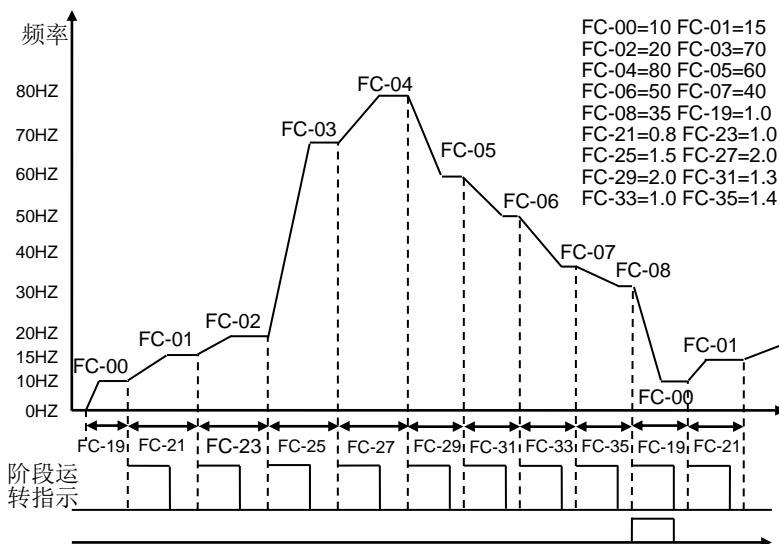

图 6-41B
- 动作说明：**如图 6-41B 所示，当 F0-02=1、F0-16=2、F0-17=9 时，按下 RUN 键，变频器便开始运行，直到 FC-08 运行完成后又自动跳至第一段继续运行，直到按下 STOP 键停止为止。